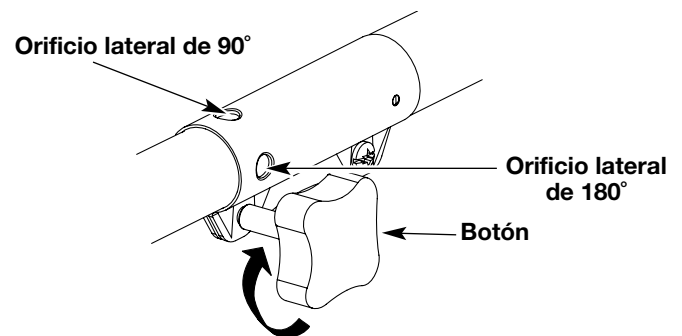

Fig. 3
3. Apriete el botón girándolo hacia la derecha (Fig. 3).
Cuando use el aditamento del recortador de eje recto, trabe el botón del accesorio de corte dentro del **orificio lateral de 90°** o del **orificio lateral de 180°**(Fig. 3).